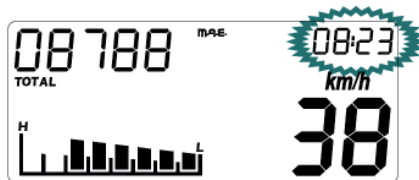

Fig. 12
Tale funzione è sempre rappresentata nel formato hh:mm, facendo uso dei digit 6÷9 (fig. 12).
*This function is always displayed in the format, hh:mm, using digits 6-9 (fig. 12).*